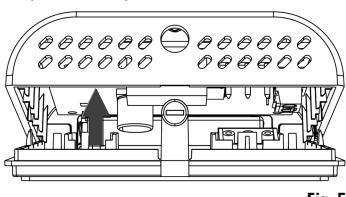

Fig. 5
- 3 Girar la tapa ejerciendo una ligera presión hasta extraerla completamente (Fig. 5).